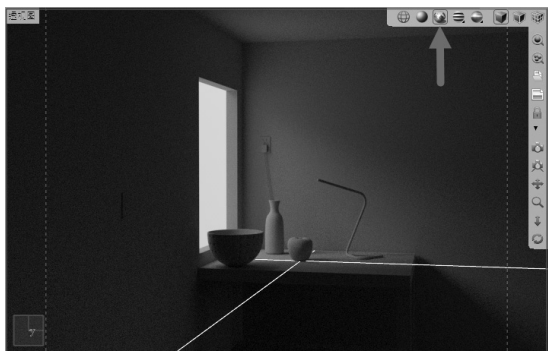

图 8-13 切换至交互式渲染状态
2) 在透视图图中，单击“交互式渲染”按钮，可以看到当前的室内场景渲染效果，如图 8-13 所示。